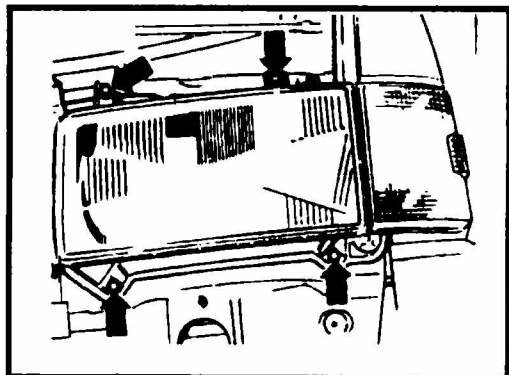

Рис. 11.28 Винты крепления фары - модели выпуска до 1996 г
- ◆ Отверните винты крепления (см. по стрелке рис. 11.28 или 11.29) и выдвиньте вперед фару вместе с фонарем указателя поворота.